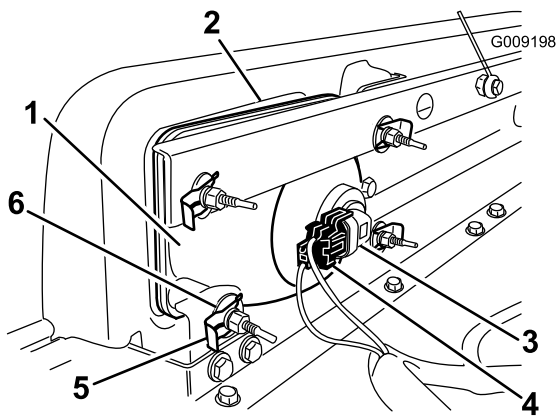

Figura 27
2. Retire o conjunto do farol movendo-o para a frente através da abertura no pára-choques dianteiro (Figura 27).
3. Instale o novo farol através da abertura no pára-choques (Figura 27).